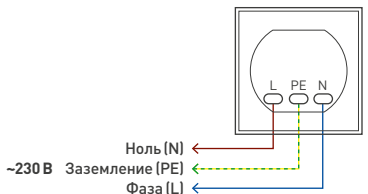

Рис. 1.
- 3.5. Подключите провода сетевого питания АС 230 В к контактам розетки в соответствии со схемой (рис. 1):